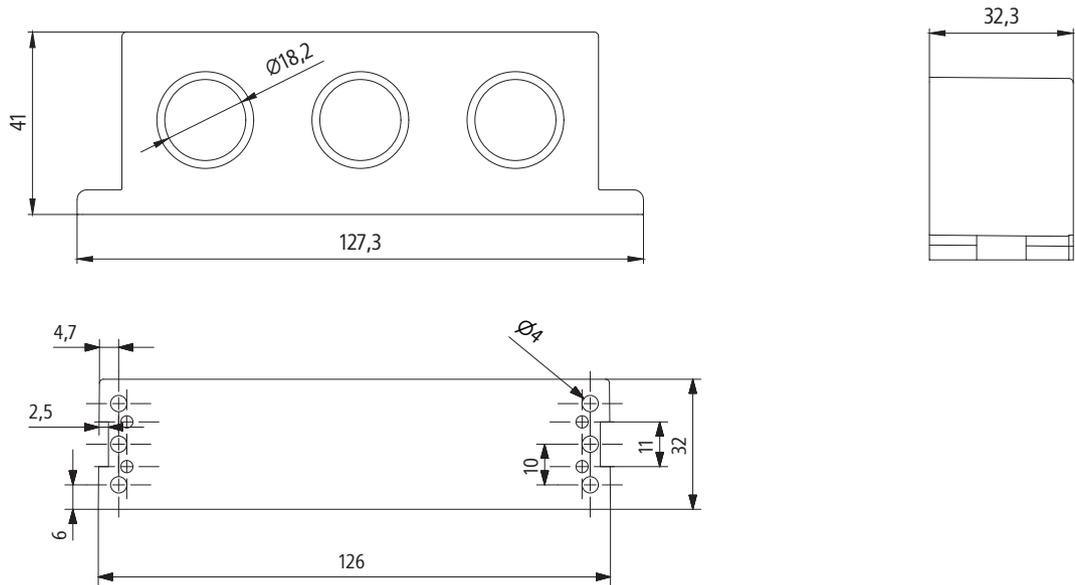

图 5 100A 及以下规格电流互感器外形尺寸
3UE7 主体采用 35mm 导轨安装，其外形尺寸如图 5 所示：
5.4.1 100A 及以下规格电流互感器外形尺寸如图 5 所示 (单位: mm) :